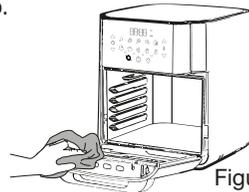

Figura 8.
3 - Utilice la pinza (4.3) para colocar el espiedo en los rieles y deslícelo hasta los puntos de encaje. Asegurese de que el pincho esté correctamente asentado en el orificio de giro en el lado izquierdo del aparato, ver figura 8.
- Limpiar sólo utilizando un paño o esponja apenas humedecido con agua, nunca utilice detergentes fuertes, alcoholes o solventes, ni esponjas que puedan rayar o dañar las partes, ver figura 8.